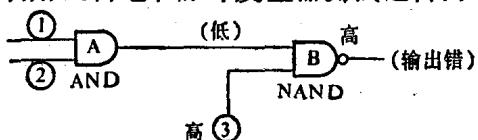

图 1-2 测量逻辑门电路的几种方法
在微机无法启动的情况下，企图查找电路中的故障点，则逻辑脉冲发生器是唯一有效的检测工具。把由逻辑脉冲发生器产生的变化的信号引入电路中而无需焊开或断开导线，使得逻辑脉冲发生器成为同逻辑笔配套使用的理想工具。这两种工具结合在一起使用，可以逐步地对电路各部分情况作出估计，图1-2表明了利用逻辑笔和脉冲发生器测试逻辑门电路的几种方法。假定与非门的输出保持高电平，测量输入端①②和③，发现它们都为高电平，这种情况将导致与门输出为高，与非门的输出为低，如果某个部件坏了，把逻辑笔放在与门输出端，测得为低电平，而理应为高电平，那么哪个门是坏的呢？为了查找原因，把逻辑笔放在与非门(B)